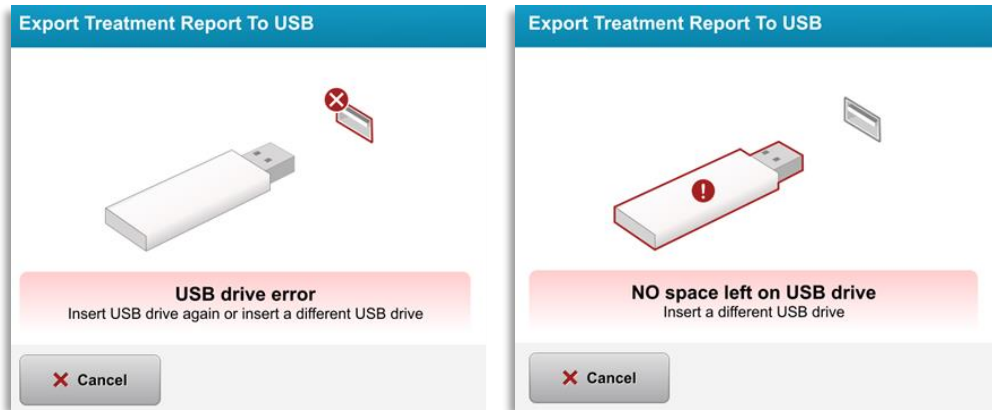

Figura 3-41. „Eroare USB” (USB Error) și „Nu mai există spațiu liber pe USB” (No Space Left on USB)
- Dacă drive-ul USB este plin sau sistemul nu îl poate citi, se va afișa un mesaj de eroare, ca în Figura 3-41.